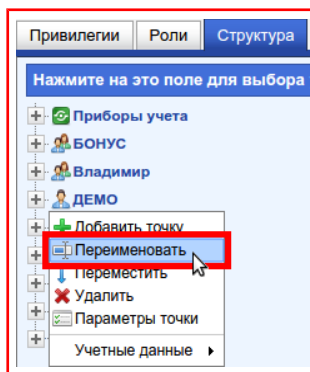

Рисунок 9.62 — Пункт «Переименовать»
- 2) В появившемся меню выбрать пункт **«Переименовать»**, рисунок 9.62;